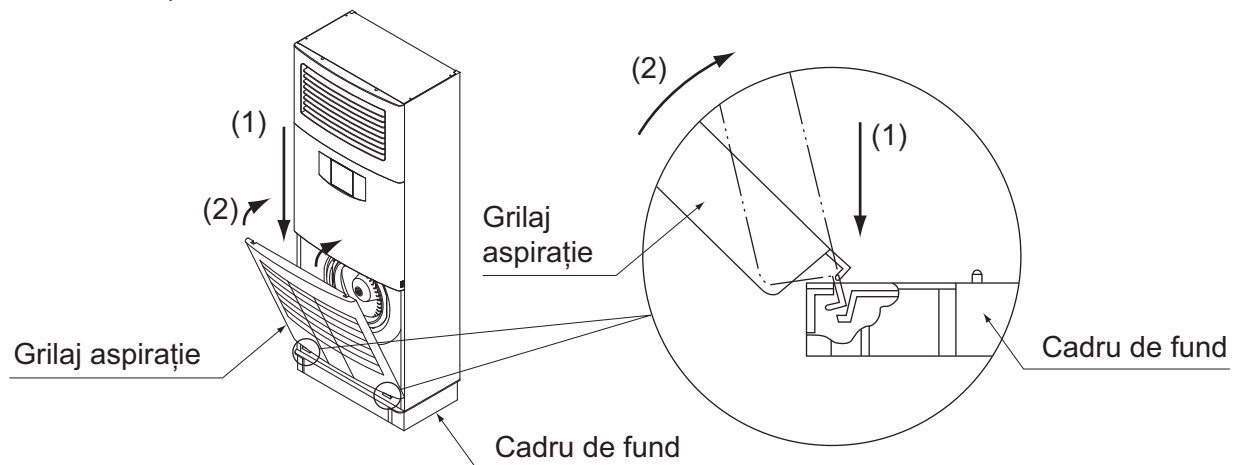

Fig. 40
1. Agățați grilajul aspirației în canelura de pe cadrul inferior al unității în ordinea (1)→(2). (Consultați Fig. 40)